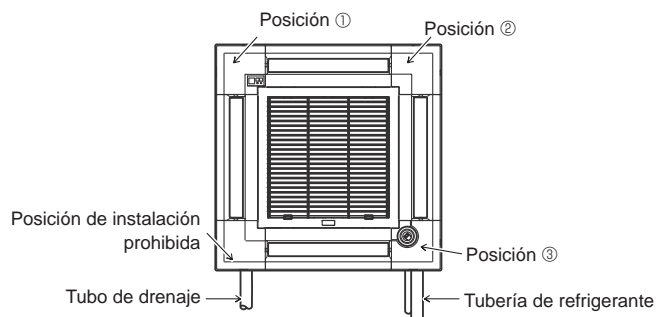

Fig. 9-10
- El panel angular del i-see Sensor debería fijarse en la rejilla ① con el tornillo ③.
- * Si la posición del i-see Sensor se ha cambiado de la posición por defecto (Posición ③) a la otra posición, cambie la configuración de funciones. (Consulte la página 45 y la Fig. 9-10)
- El panel angular del i-see Sensor no puede instalarse en el lateral del tubo de drenaje de la unidad principal. (Consulte la Fig. 9-10)